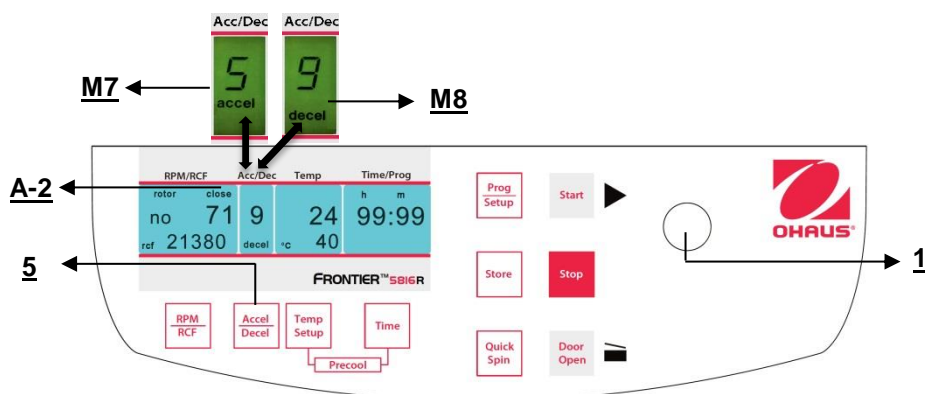

Figura 18
Questa funzione è attivata mediante il tasto "Accel/Decel" (5) (fare riferimento alla figura 18).